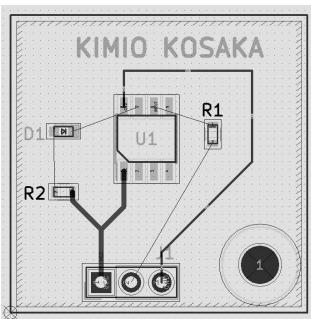

図 10-20
(17) GND, VCC 他の手動配線 右図 10-20
- ① グリッドを 0.6350mm(25.00 mils) にします。
- ② 上ツールバーの [配線: O.xxx] プルダウンメニューで 線幅 0.2mm を選択し GND を手動配線します。このとき,
- ③ 線幅 0.4mm で VCC を手動配線します。
- ④ 最短距離で配線したい信号線があれば手動配線します。